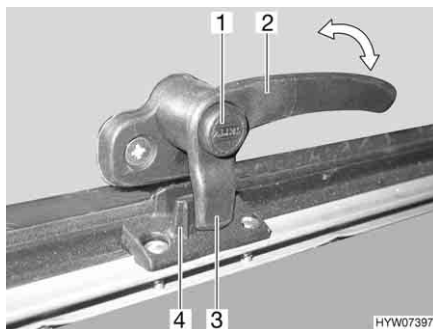
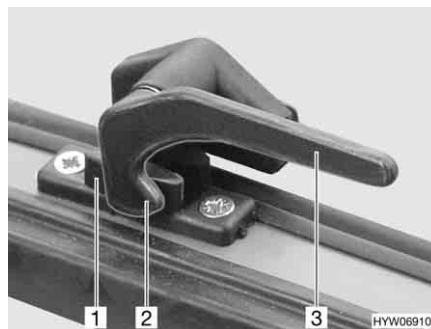

Fig. 56 Leva di serraggio con bottone di sicurezza in posizione "Chiuso"
Fig. 57 Leva di serraggio in posizione "Chiuso"
- Se presente, premere e tenere premuto il bottone di sicurezza (Fig. 56,1).
- Ruotare la leva di serraggio (Fig. 56,2 o Fig. 57,3) di un quarto di giro verso il centro della finestra.
- Ruotare la leva di serraggio (Fig. 56,2 o Fig. 57,3) di un quarto di giro verso il telaio della finestra. Il nasello di chiusura (Fig. 56,3 o Fig. 57,2) della leva di serraggio si trova completamente sul lato interno della chiusura della finestra (Fig. 56,4 o Fig. 57,1).
- In posizione "Completamente chiusa" (Fig. 56 e Fig. 57)